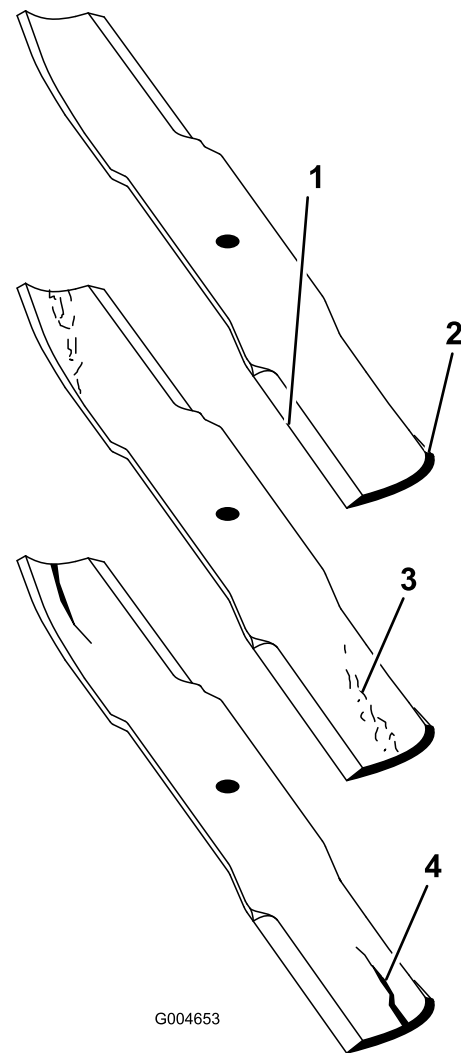

Bild 84
2. Prüfen Sie die Schnittkanten des Messers sorgfältig, insbesondere dort, wo die geraden Flächen die gebogenen berühren (Bild 84). Da Sand und anderes reibendes Material das Metall abschleifen kann, das die flachen und die gebogenen Teile verbindet, müssen Sie das Messer vor jedem Einsatz des Rasenmähers prüfen. Wenn Sie Abnutzungen (Bild 84) feststellen, sollten Sie das Messer auswechseln.
Wenn sich das Messer abwetzen kann, bildet sich ein Schlitz zwischen dem Windflügel und dem flachen Teil des Messers (Bild 84). Zuletzt kann sich ein Stück des Messers lösen und aus dem Gehäuse herausgeschleudert werden. Das kann zu schweren Verletzungen bei Ihnen selbst und Unbeteiligten führen.